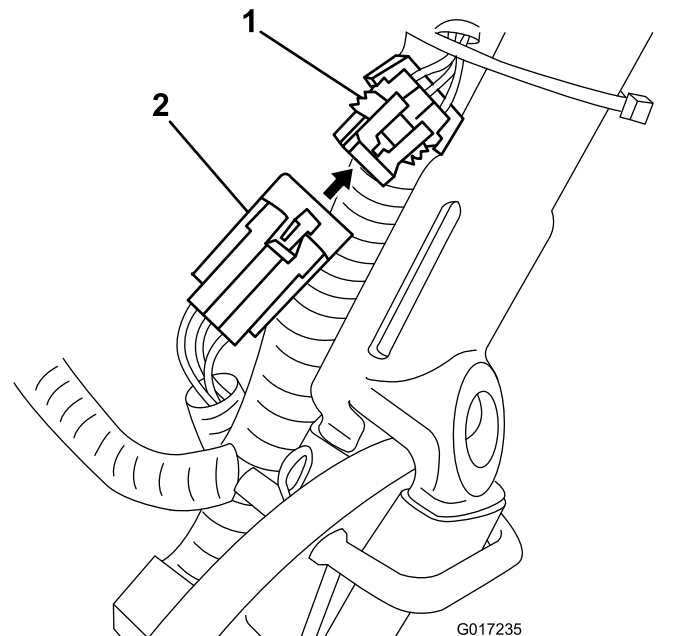

Bild 15
14. Verlegen Sie das Akkupack unter und hinter dem Hauptkabelbaum an der linken Seite der Maschine zum Kabelbaum der Maschine und schließen Sie den kleinen 6-Stift-Stecker am Kabelbaum am entsprechenden Stecker am Hauptkabelbaum, an wie in Bild 15 abgebildet.